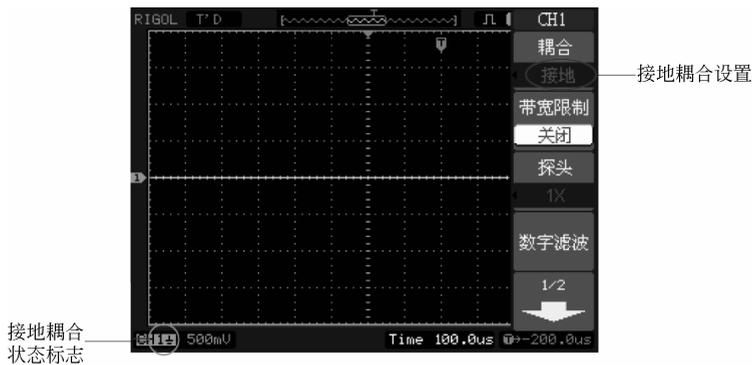

图 1.11 设置为接地方式
(3) 按 CH1→耦合→接地, 设置为接地方式。被测信号含有的直流分量和交流分量都被阻隔, 测量波形显示如图 1.11 所示。